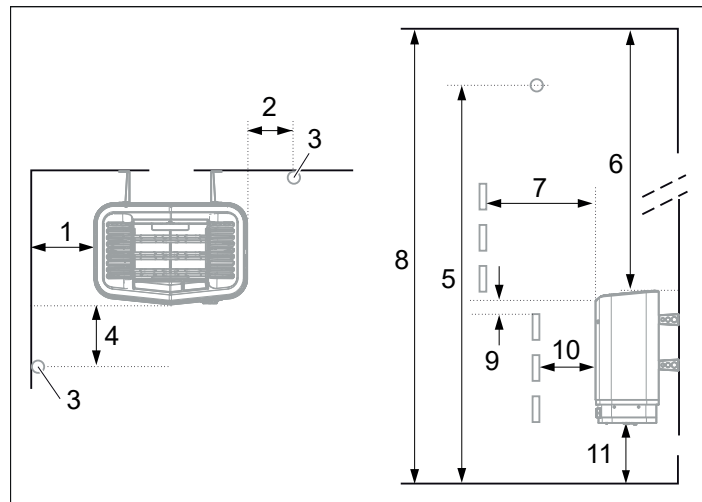
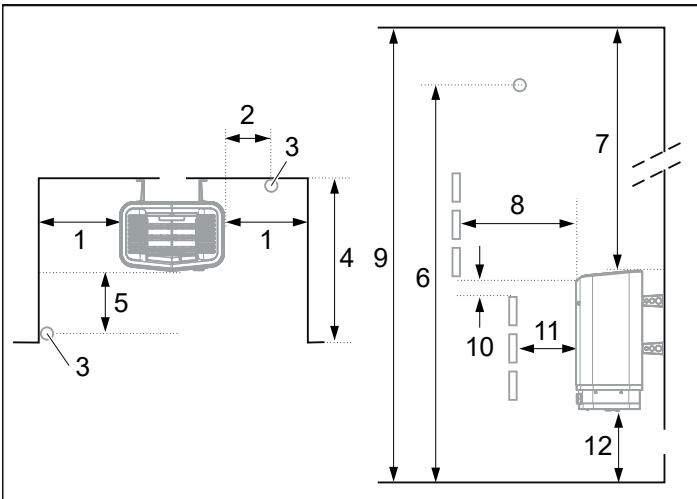

Fig 4: Placering av bastuaggregatet - normalmontage
Fig 6: Placering av bastuaggregat - nischmontage
- Planera sensorns placering (se Fig 4 samt Fig 6).
- på samma vägg som dörren (endast i undantagsfall på sidoväggen, men då mycket nära dörrväggen). Aggregatet kan också placeras i nisch (se Fig 6).
- på säkert avstånd till golvet, sidoväggar och inredning (se Fig 4).
Placera sensorn enligt bilden (se Fig 4).
1. Placera aggregatet på säkert avstånd till golv, sidovägg och inredning (se Fig 6).
2. Placera sensorn enligt bilden (se Fig 6).